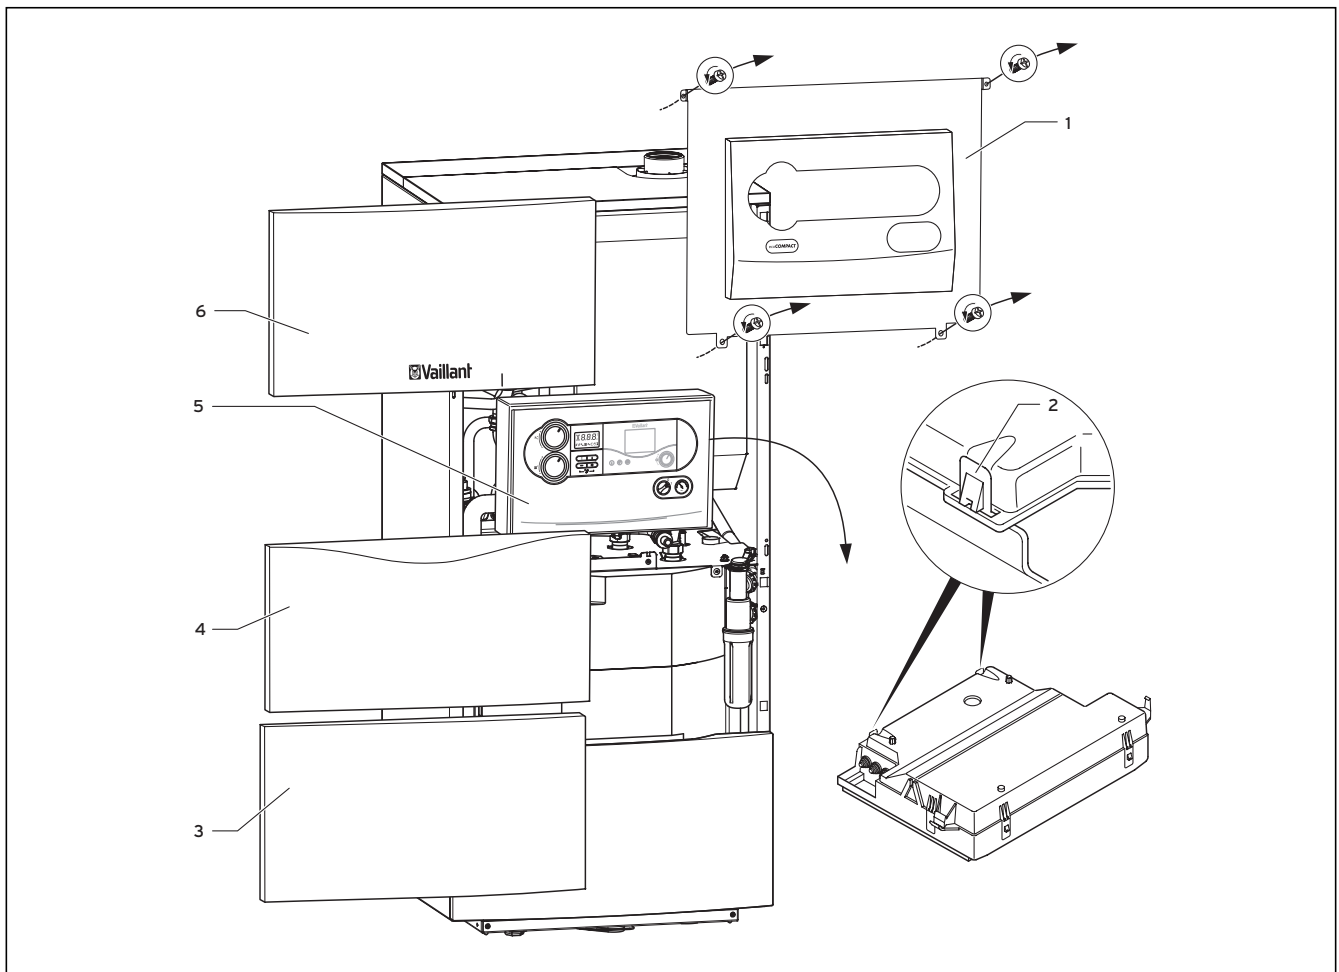

Abb. 5.5 Geräteverkleidung abnehmen
- Öffnen Sie das Gerät (vgl. Abb.5.5 und Hinweise auf Seite 20).
- Schrauben Sie die Verschraubung (1) des Zirkulationsrohres vom Anschlussstück ab und verschließen Sie den Anschluss mit der beiliegenden Dichtung (3) und der Kappe (2).
Gehen Sie bei der Anschlussverdrahtung wie folgt vor, siehe Abb. 5.5: